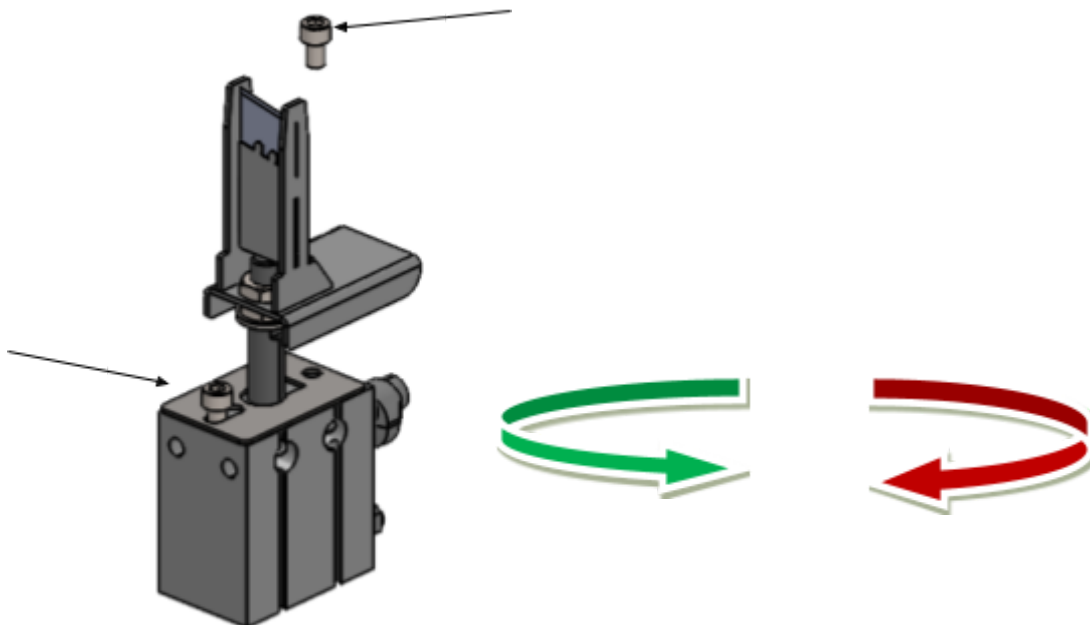

Figure 11
Étape 3 : Extraire entièrement le cylindre. Dévisser entièrement la vis à six pans creux la plus éloignée du cylindre et ne dévisser la vis la plus rapprochée qu'en partie (voir figure 11).
Étape 7 : Faire à nouveau glisser l'entrée de clé vers l'arrière, extraire à nouveau la tige de piston et revisser les vis à six pans creux de manière sûre (figure 11) :